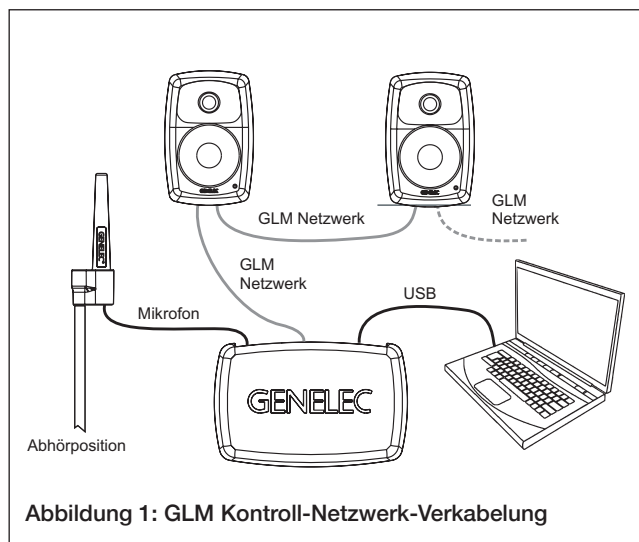

Abbildung 1: GLM Kontroll-Netzwerk-Verkabelung
- Verbinden Sie mit einem CAT5 (RJ45) Kabel den ersten Genelec Lautsprecher mit dem nächsten (siehe Abbildung 1).